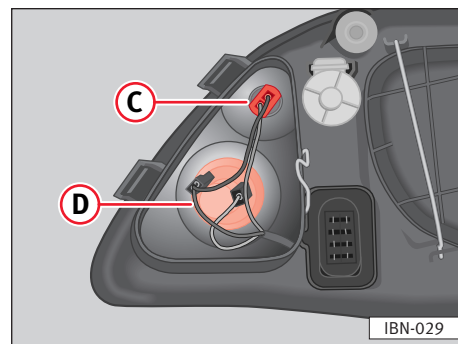

Fig. 153
- Girar para a esquerda o porta lâmpadas para liberar do seu alojamento ⇒ fig. 153 ②.